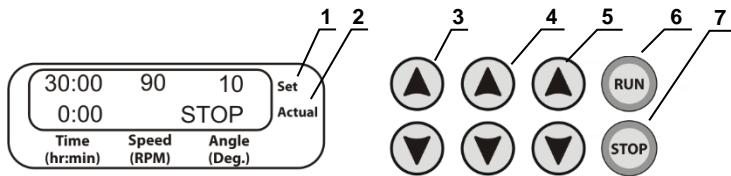

Рис. 2. MR-12, панель управления
- 5.2.3. Дисплей прибора показывает установленные ранее время, скорость и угол наклона в верхней строчке **Set**, а также прошедшее время и индикацию режима в нижней строчке **Actual** (рис. 2/1 и 2/2).
- 5.2.4. **Установка времени.** С помощью кнопок **▲** и **▼ TIME** (рис. 2/3) установите необходимый интервал времени в часах и минутах (шаг 1 мин.).
- 5.2.5. **Установка скорости.** С помощью кнопок **▲** и **▼ SPEED** (рис. 2/4) установите необходимую скорость перемещивания (шаг 1 мин⁻¹, RPM или раз в минуту).
- 5.2.6. **Установка угла наклона.** С помощью кнопок **▲** и **▼ ANGLE** (рис. 2/5) установите необходимый угол наклона (шаг 1°).
- 5.2.7. Нажмите кнопку **RUN** (рис. 2/6). Начнётся движение платформы и отсчёт установленного интервала времени. Во время работы можно менять параметры, скорость и/или угол наклона, но не время.
- 5.2.8. Если интервал времени установлен на 0:00, то нажатие кнопки **RUN** переводит прибор в непрерывный режим работы с отсчетом времени в нижней строке **Actual** до тех пор, пока не будет нажата кнопка **STOP** (рис. 2/7).